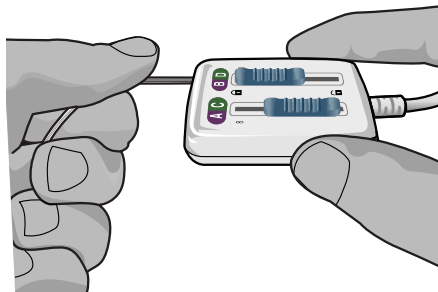

Figura 6: Fixar o Eletrodo DBS no conector do Cabo cirúrgico 2 x 8
6. Empurre a extremidade do Eletrodo DBS para a porta, até ela parar. Mantenha o Eletrodo DBS no lugar enquanto desliza a alavanca de bloqueio para a posição bloqueada () (Figura 6).